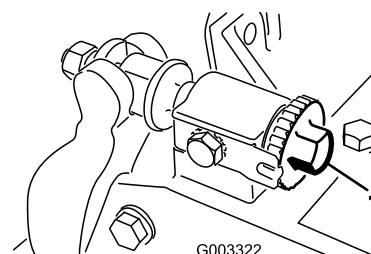

Figura 23
1. Allentate il contatto cilindro/controlama ruotando le manopole di regolazione della controlama (Figura 23) in senso antiorario finché non vi sarà più nessun contatto.